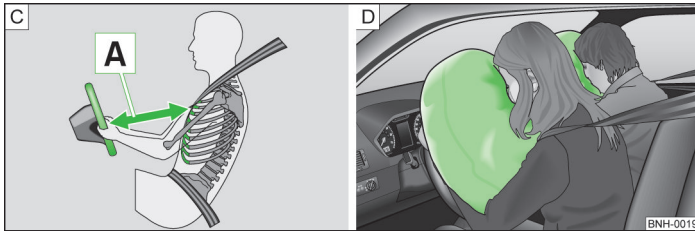

Abb. 116 Sicherer Abstand zum Lenkrad / gasgefüllte Airbags
Werden die Airbags ausgelöst, entfalten sich diese vor dem Fahrer und Beifahrer » Abb. 116 - D. Beim Eintauchen in den voll aufgeblasenen Airbag wird die Vorwärtsbewegung des Fahrers und Beifahrers gedämpft und das Verletzungsrisiko für Kopf und Oberkörper reduziert.
- Für den Fahrer und Beifahrer ist es wichtig, einen Abstand von mindestens 25 cm zum Lenkrad bzw. zur Schalttafel einzuhalten A » Abb. 116. Wenn Sie den Mindestabstand nicht einhalten, kann Sie das Airbag-System nicht schützen - Lebensgefahr! Außerdem müssen die Vordersitze und die Kopfstützen immer der Körpergröße entsprechend richtig eingestellt sein.